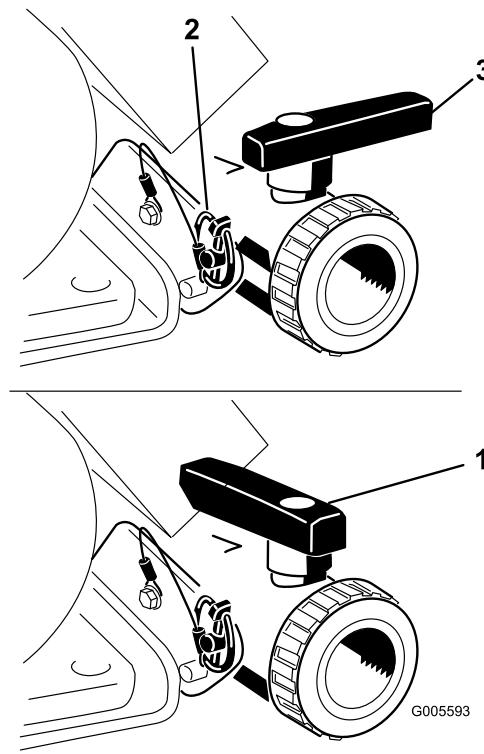

Bild 20
Öffnen Sie das Ventil, sodass nicht verwendete Materialien vom Tank ablaufen können und entsorgen Sie diese gemäß der lokalen Vorschriften und der Vorschriften des Herstellers (Bild 20). Nehmen Sie nach dem Ablassen den Klappstecker von der Halterung ab, mit der das Ablassventil an der Maschine befestigt ist, und legen Sie das Ventil auf den Boden. Dann kann Restmaterial in der Leitung ablaufen.
3. Wenn der Tank ganz geleert ist, setzen Sie das Ventil mit dem vorher abgenommenen Klappstecker im Rahmen ein und schließen Sie das Ablassventil (Bild 20).